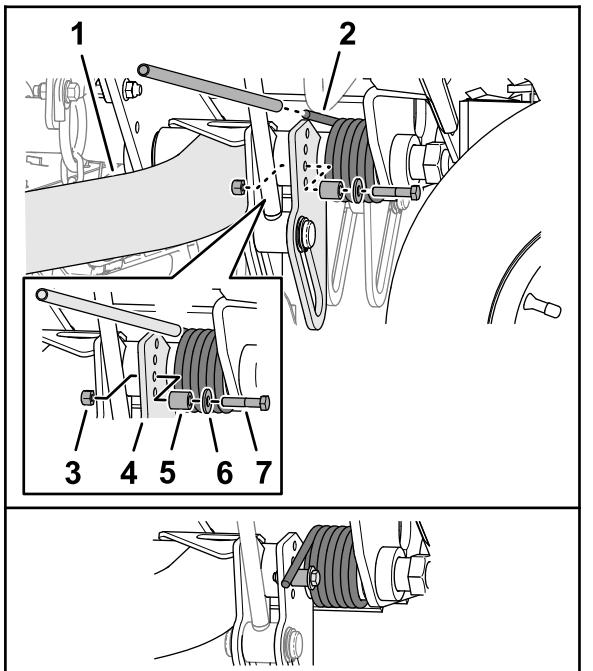

Figure 60
2. Insérez un tube ou un objet similaire sur la longue tige du ressort et soulevez cette dernière pour réduire la pression sur l'entretoise (Figure 60).
3. En maintenant le ressort, retirez le boulon, la rondelle et le contre-écrou de la plaque de levage (Figure 60).